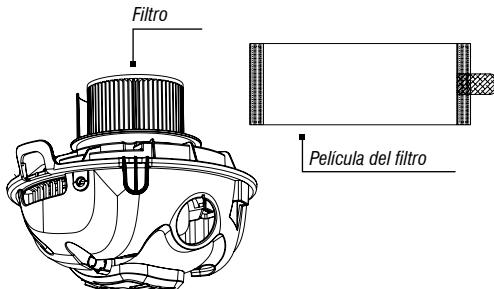

Fig. 14 – Filtro y película protectora del filtro
- Retire la película protectora del filtro que envuelve el filtro, Fig. 14;